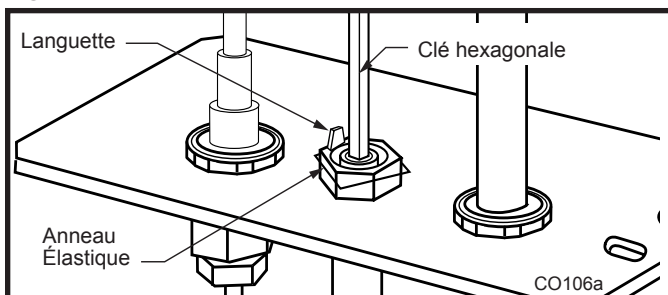

Fig. 75 Pour retirez l'orifice du pilote.
- Enlevez la buse de la veilleuse au moyen d'une clé hexagonale. (Fig. 75)